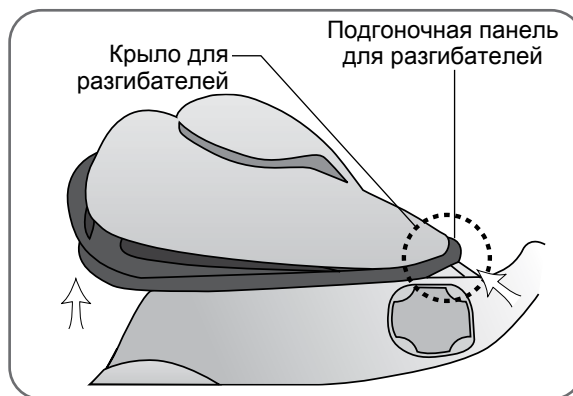

Рисунок 5-8. Повторная установка подгоночной панели для разгибателей
1. Откинув крыло ортеза, совместите подгоночную панель для разгибателей с крылом для разгибателей. См. рисунок 5-8.